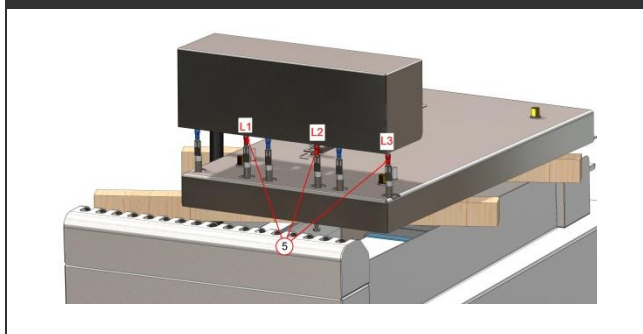

Fig8
- Dévisser les 2 vis du capot de protection des connexions (Fig8 Rep4).